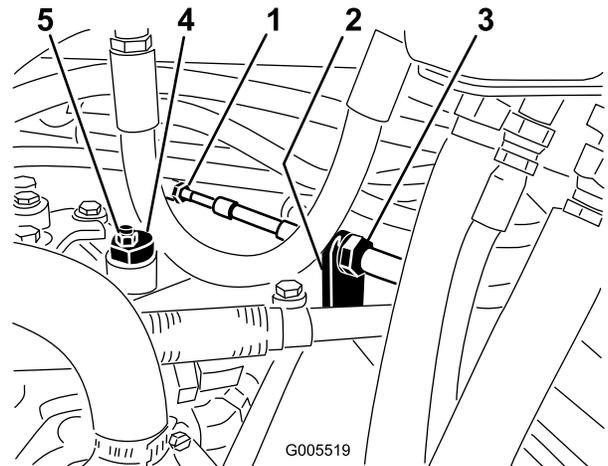

Figura 51
- A. Afloje las dos contratuercas que fijan el cable de control de tracción a la mampara del hidrostato (Figura 51). Asegúrese de aflojar ambas contratuercas uniformemente, y lo suficiente como para permitir el ajuste.
Nota: Afloje la tuerca que sujeta el excéntrico a la parte superior del hidrostato (Figura 51).
ajuste (Figura 51). Compruebe el ajuste con el acelerador en las posiciones Lento y Rápido.
- D. Desde cada lado de la mampara, apriete las contratuercas uniformemente, fijando el cable de tracción a la mampara (Figura 51). No tuerza el cable.